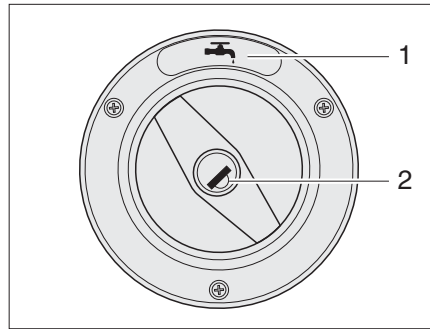
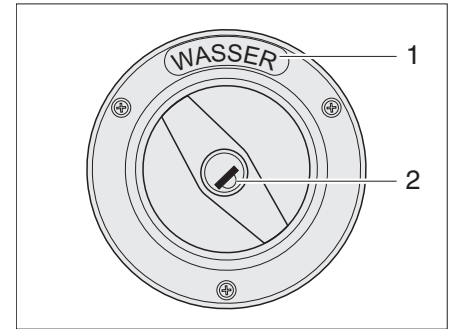

Fig. 6 Couvercle de fermeture du bec de remplissage d'eau fraîche (variante 1)
Fig. 7 Couvercle de fermeture du bec de remplissage d'eau fraîche (variante 2)
- ▷ Le bec de remplissage d'eau fraîche est désigné par le symbole "☰" (Figure 6,1) ou l'inscription "WASSER" ("EAU") (Figure 7,1).
- Insérer la clé dans le barillet (Figure 6,2 ou Figure 7,2) et la tourner dans le sens inverse des aiguilles d'une montre.